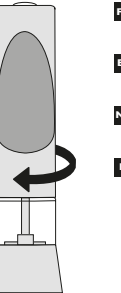

Fig. 2
3. Replace the upper case on the base and twist clockwise (Fig. 2).
**ES** 3. Para cerrar el molinillo, coloque la parte superior sobre la base y enrosque en el sentido de las agujas del reloj (Fig. 2).
**NL** 3. Zet het bovenste gedeelte weer op zijn plaats en draai het rechtsom (Fig. 2).
**D** 3. Setzen Sie den oberen Teil wieder auf den unteren und drehen Sie ihn im Uhrzeigersinn (Abb. 2).
**I** 3. Riposizionare il vano superiore sulla base e ruotare in senso orario (Fig. 2).